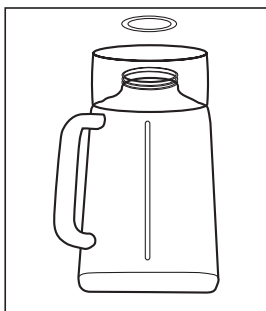

FIGURE 1
1. Renverser le récipient la petite ouverture vers le haut (Figure 1).
2. Poser la rondelle d'étanchéité sur l'ouverture du récipient (Figure 1).